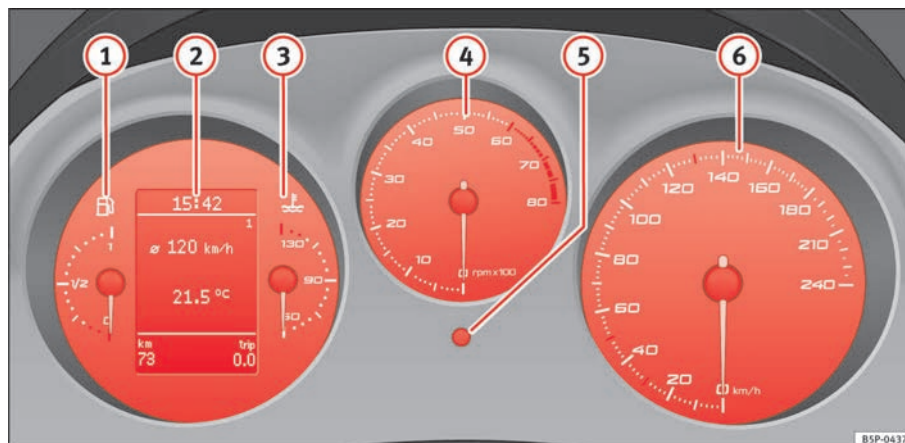

Fig. 32 Detalle del tablero de instrumentos: cuadro de instrumentos
El principio de la zona roja ⇒ **página 59, fig. 32 ** indica el régimen máximo de revoluciones del motor funcionando a temperatura de servicio. Antes de alcanzar dicha zona se debe cambiar a una marcha más larga, colocar la palanca selectora en D o levantar el pie del acelerador.
- Para ajustar las horas, gire el botón ⇒ **página 59, fig. 32 ** hacia la derecha, hasta el primer “clic”. Los números de la hora parpadearán. Para modificar la hora, pulse el botón.
El contador derecho registra los recorridos cortos. La última posición indica tramos de 100 m. El contador para recorridos cortos puede ponerse a cero manteniendo pulsado durante unos segundos el botón de puesta a cero ⇒ página 59, fig. 32 (6).